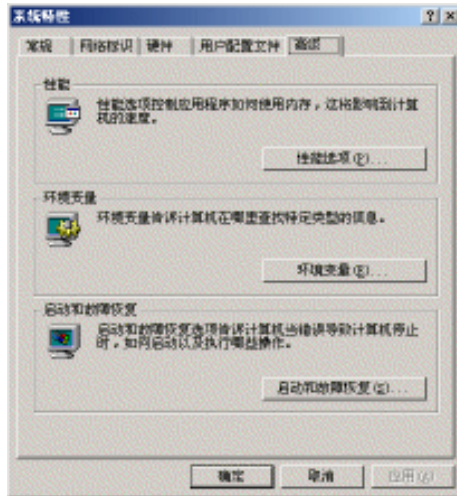

图1-1 【系统特性】对话框
1. 右键单击【我的电脑】图标，弹出一个快捷菜单，选择其中的【属性】选项，弹出【系统特性】对话框，如图 1-1 所示。